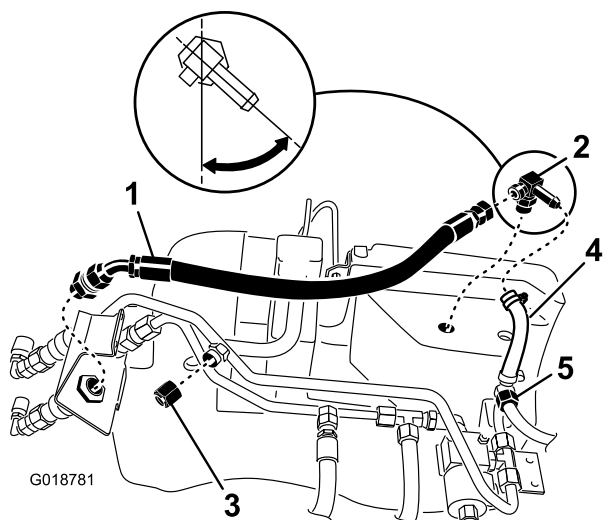

Bild 7
Hinweis: Positionieren Sie das Anschlussstück, wie in Bild 7 dargestellt.
- Schließen Sie den neuen kleinen geformten Schlauch mit den vorher entfernten Klemmen am neuen T-Anschlussstück und dem kleinen Hydraulikschlauch an (Bild 7).
- Setzen Sie den Hydraulikdeckel auf den Anschluss der Hydraulikleitung (Bild 7).
- Befestigen Sie den neuen Hydraulikschlauch lose am Kupplungsanschlussstück und am T-Anschlussstück (Bild 7).